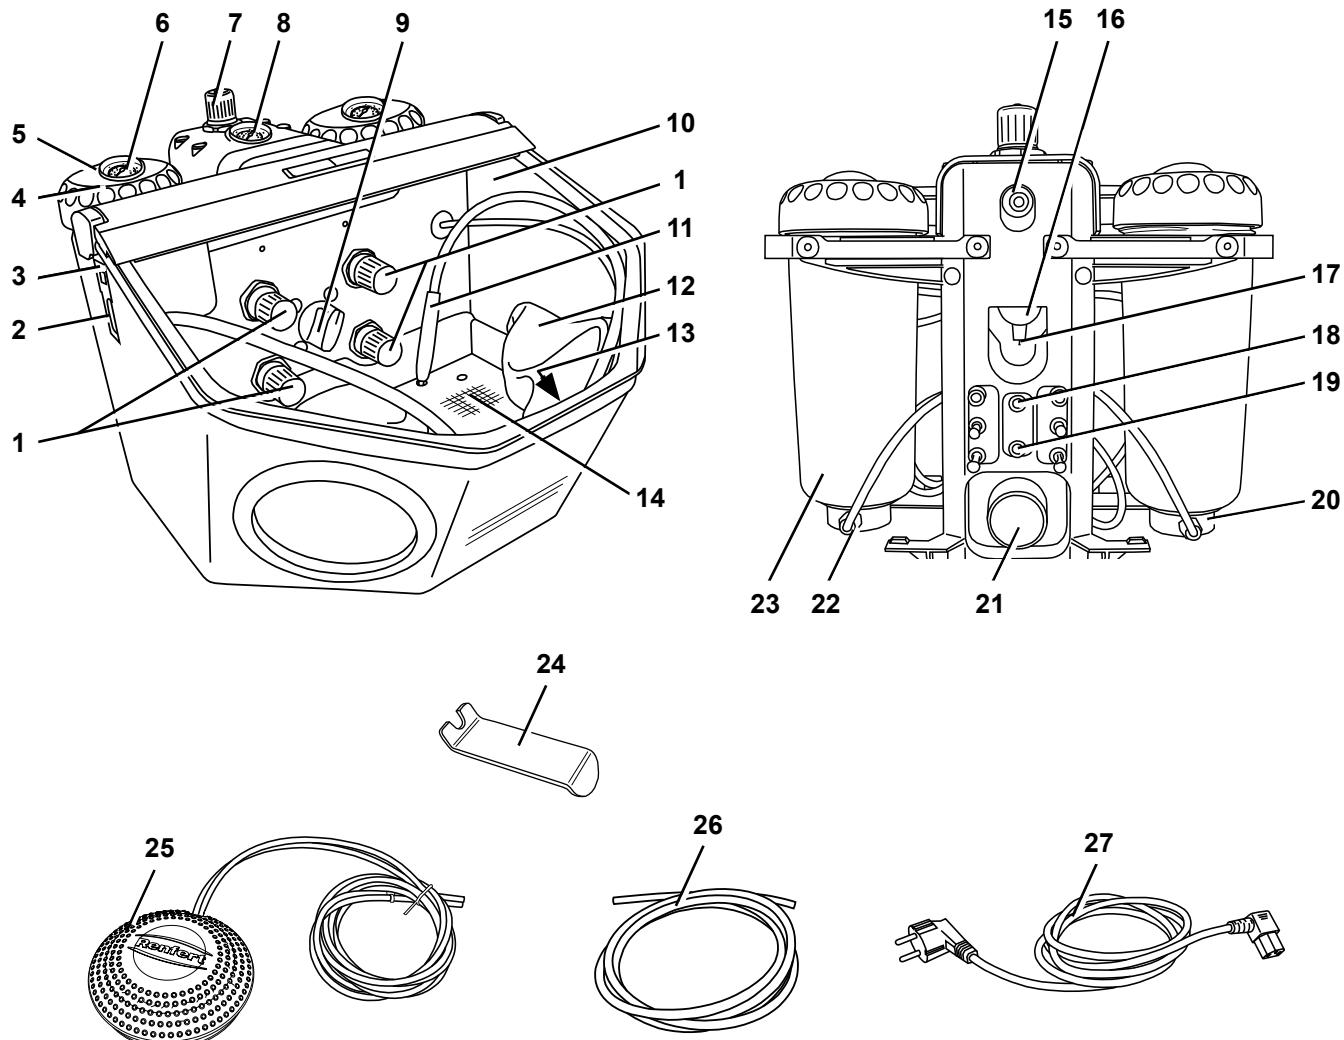

图 1
- 检查压力是否处于所需的级别（参见技术参数）。压力会显示在压力表上(8) [图 1]。